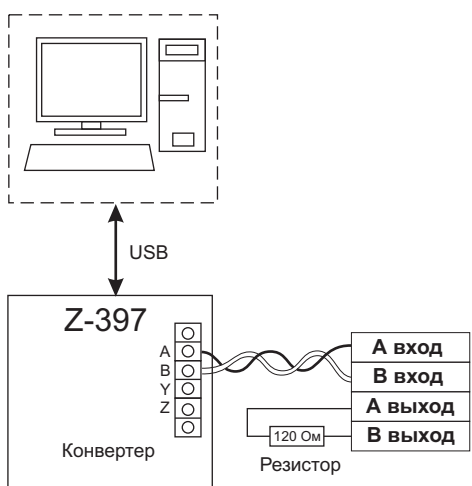
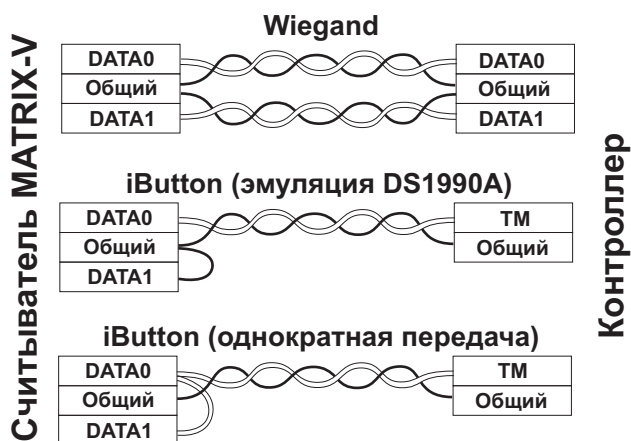

Рис.4 Схема подключения по RS-485
Рис.3 Выбор протокола передачи
- при подключении по Weigand-26 первая витая пара подключается между GND и DATA0, а вторая витая пара подключается между GND и DATA1 (Рис.3);
- при подключении по RS-485 один провод витой пары подключается на А, второй на В (Рис.4).
Считанный номер идентификатора передаётся на выходы DATA1 и DATA0 по протоколам iButton или Wiegand-26 в зависимости от выбора протокола передачи (рис.3), а также на "А вход" и "В вход" по интерфейсу RS-485 (рис.4).